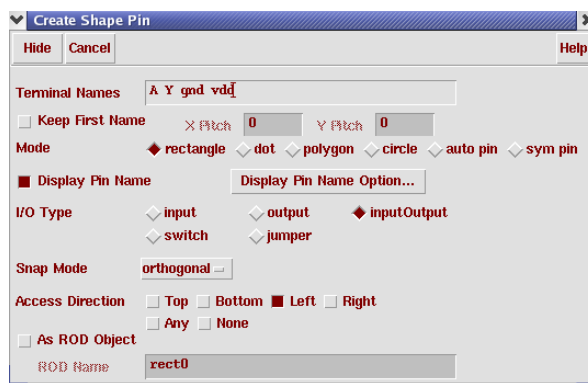

图 9.2 Create Shape Pin 窗口
- ① 选择 Create→Pin[^p]，在 Create Shape Pin 窗口中，改变设置如图 9.2 所示。